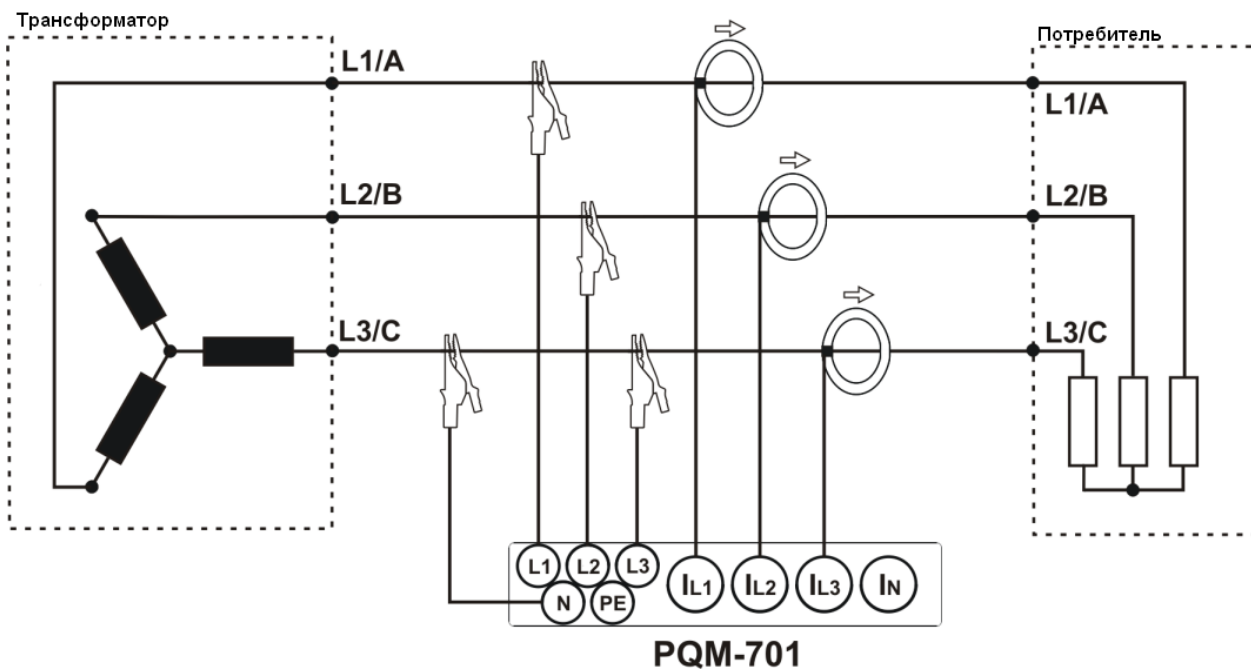
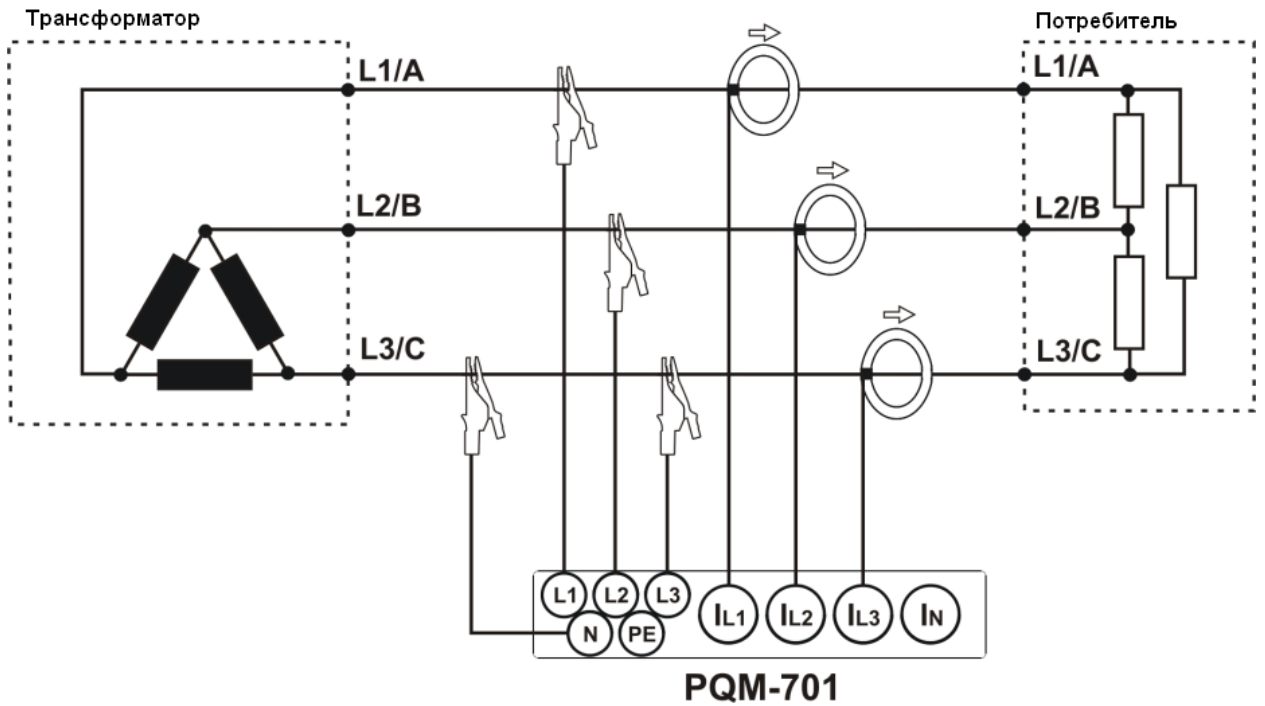
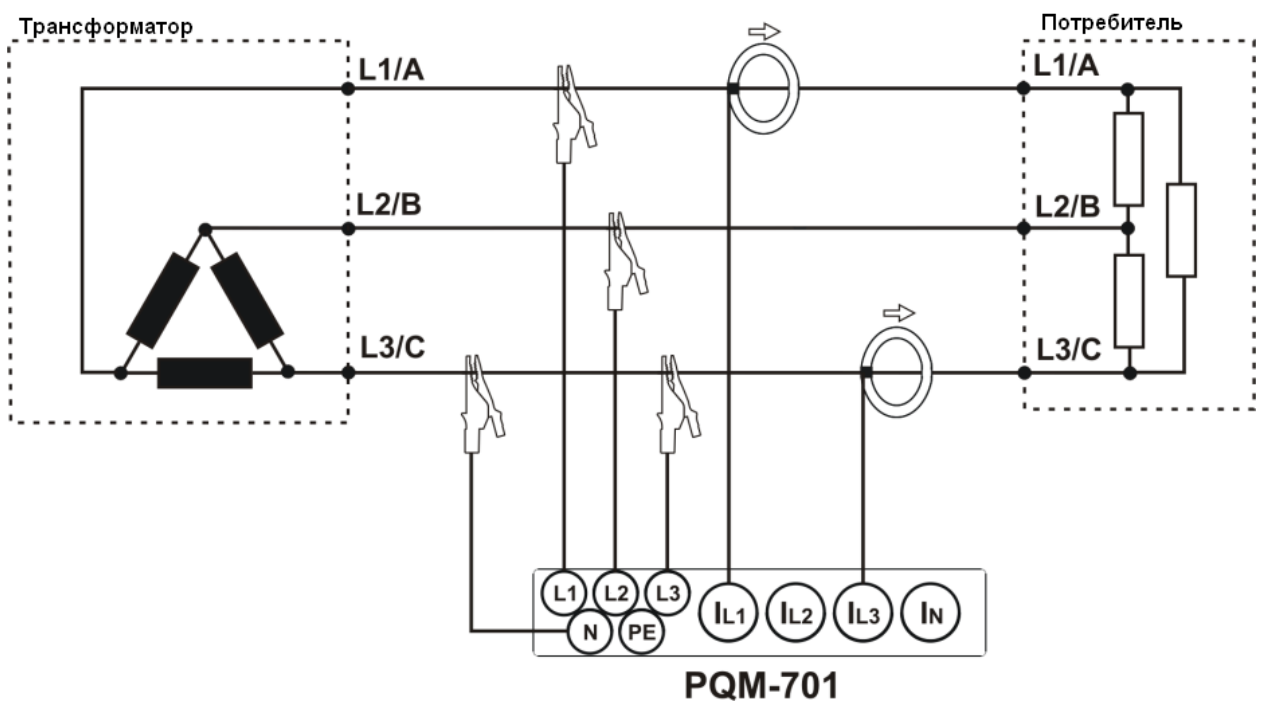
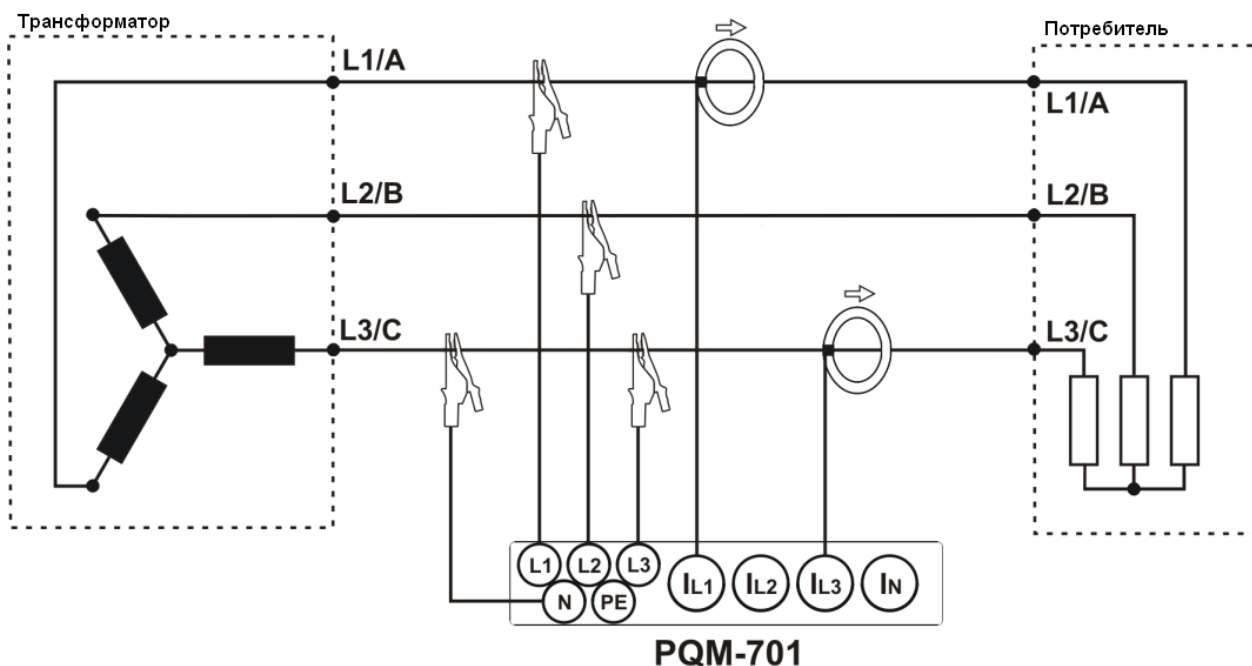

Рис. 5. Схема подключения – Трехфазная трехпроводная ("звезда") (изолированная нейтраль).
Рис. 6. Схема подключения – Трехфазная трехпроводная ("треугольник").
Рис. 7. Схема подключения – Трехфазная трехпроводная ("треугольник" Арона)
Рис. 8. Схема подключения – Трехфазная трехпроводная ("звезда" Арно)
- Трёхфазная трехпроводная ("звезда") (изолированная нейтраль) (Рис. 5),
- Трёхфазная трехпроводная ("треугольник") (Рис. 6).
Эту методику можно использовать в случае системы типа треугольник (Рис. 7) и звезда без нейтрального проводника (Рис. 8).
Поскольку входы измерения напряжения отнесены к входу N, в системах, где отсутствует нейтральный проводник входы N и L3 анализатора соединены между собой. Это показано на Рис. 5, Рис. 6, Рис.7 и Рис. 8 (трехпроводные системы типа звезда и треугольник).